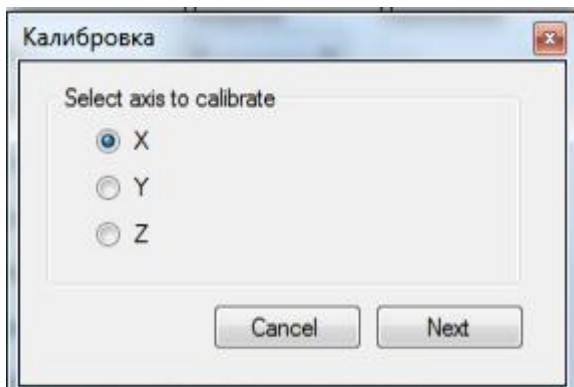

Рисунок 3
2.1 Настройка осей, рисунок 3, здесь устанавливаем количество осей 3, для станков с поворотной осью 4.
Выбираем калибруемую ось, рисунок 3